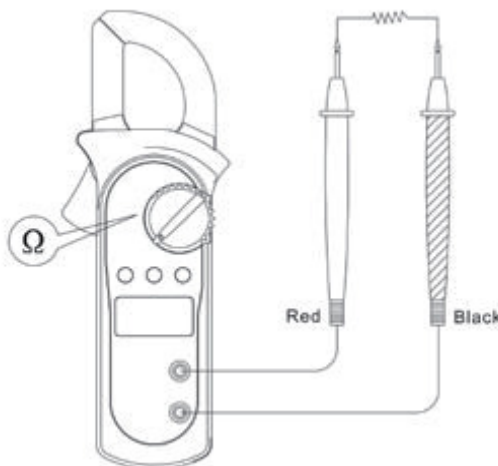

Рис.5
- Установите измерительные щупы на контакты измеряемого объекта (см. рис.5)